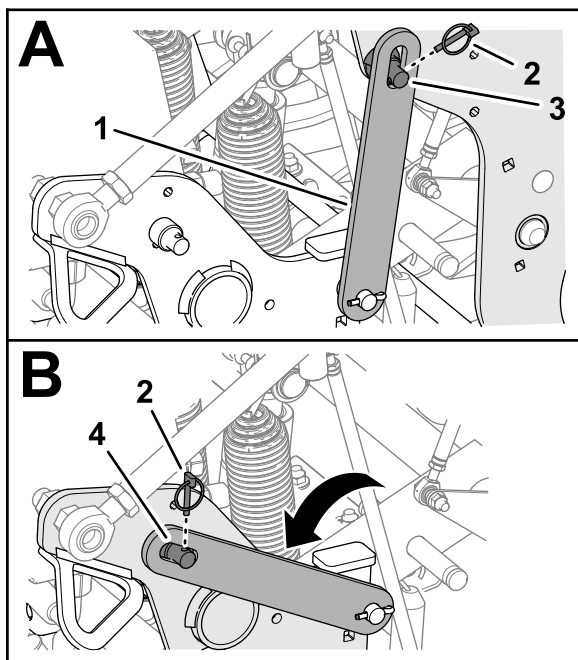

図 103
3. サービスラッチをコアリングヘッドのサポートピンに固定しているリンチピンを取り外す 図 103。